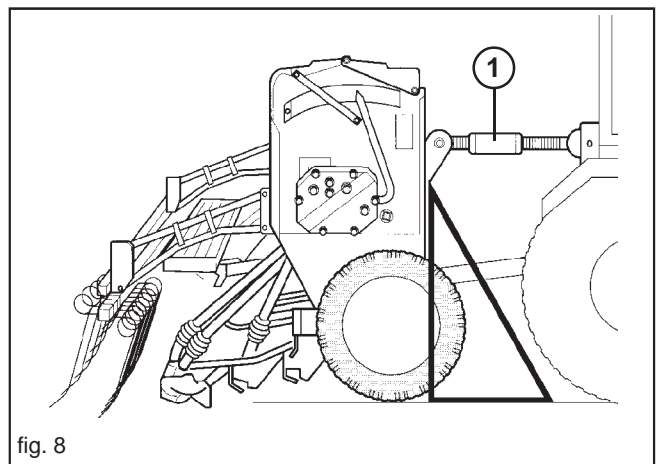

fig. 8
- 1) Die Sämaschine an der Dreipunkte-Kupplung des Schleppers ankuppeln; die Zapfen müssen mit ihren Stiften verbunden werden; durch die Einstellstange (1 Abb. 7-8) die Sämaschine in rechtwinklige Lage zum Boden (Fig.8) bringen.